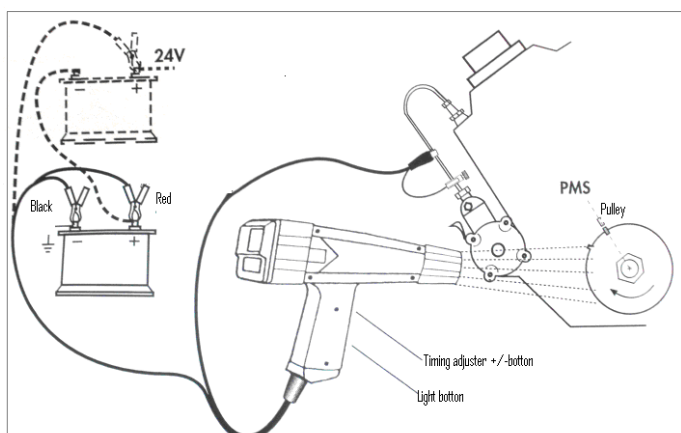

Fig. 12
- 4.4 Connectez la lampe stroboscopique comme indiqué sur la figure 12.